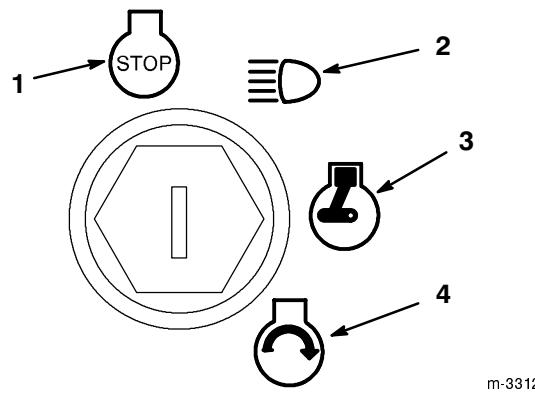

Abbildung 13
- Den Zündschlüssel im Uhrzeigersinn drehen und auf Position START halten (Abb. 13). Wenn der Motor anspringt, den Schlüssel loslassen.
3. Den Zündschlüssel auf "STOP" drehen (Abb. 13).